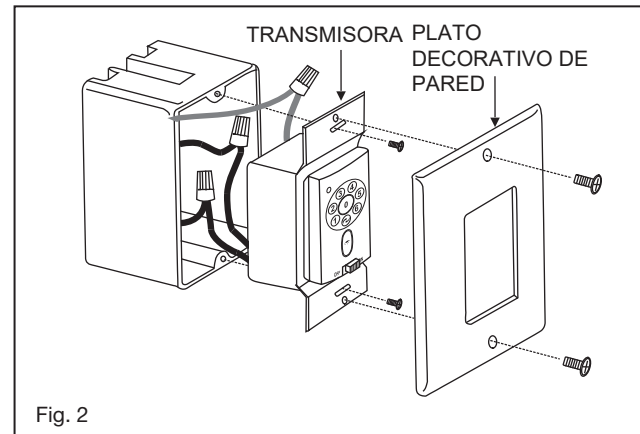

Fig. 2
- 4 Retire uno de los tres tornillos de la placa de montaje ubicada en el motor del ventilador. Afloje los otros 2 tornillos. (No quitar) (Fig. 2)
- 5 Mientras sostiene el conjunto de LED debajo de su ventilador, realice las conexiones del enchufe polarizado: (Fig. 2)
- 7** Luz de señalización (Fig. 2)